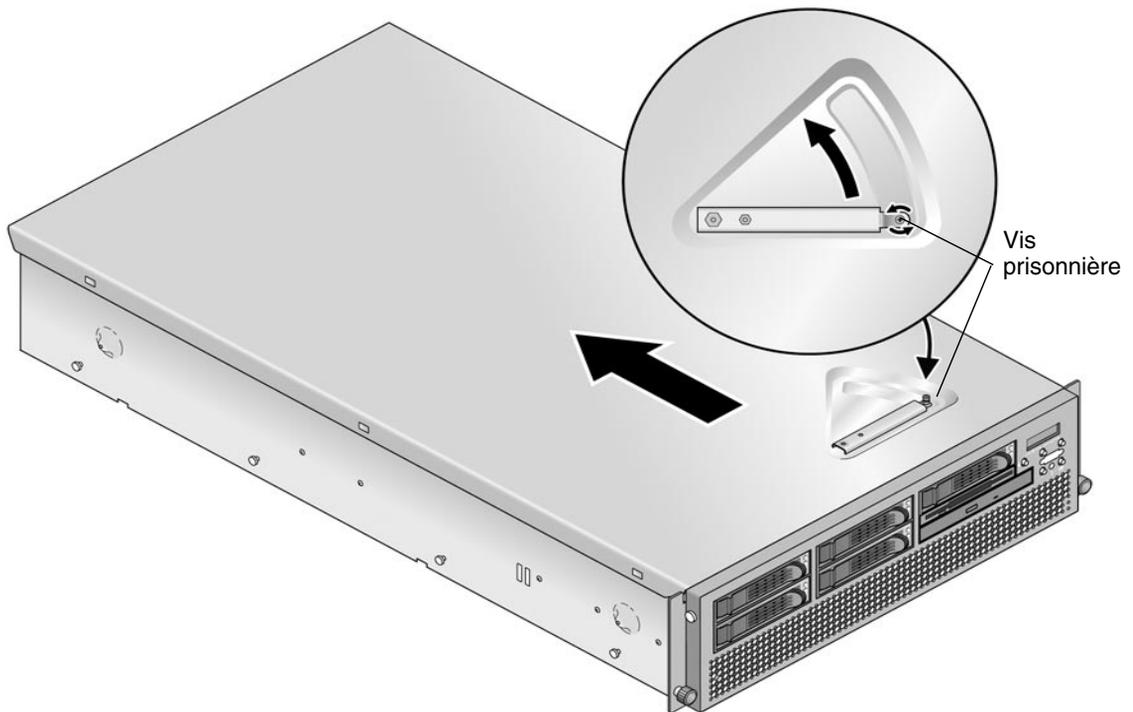

FIGURE 4-1 Retrait du capot du serveur Sun Fire V40z
7. **Desserrez la vis prisonnière de la bascule du couvercle, puis faites pivoter la bascule vers l'arrière du système pour repousser le capot (voir FIGURE 4-1).**